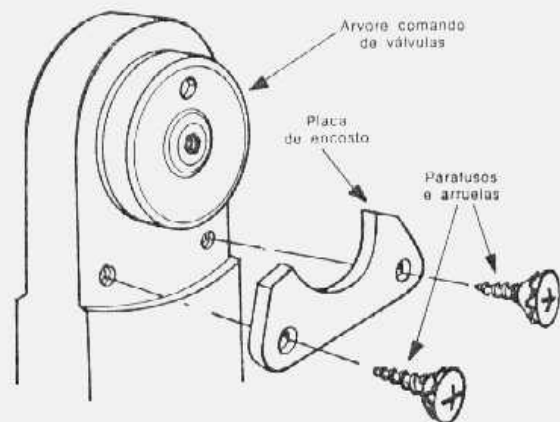

fig. 5 — instalação da placa de encosto da árvore comando de válvulas
5. Comparar a leitura obtida no micro-comparador com as especificações. Se a folga longitudinal for excessiva, substituir a placa de encosto localizada na parte traseira do cabeçote (fig. 5).